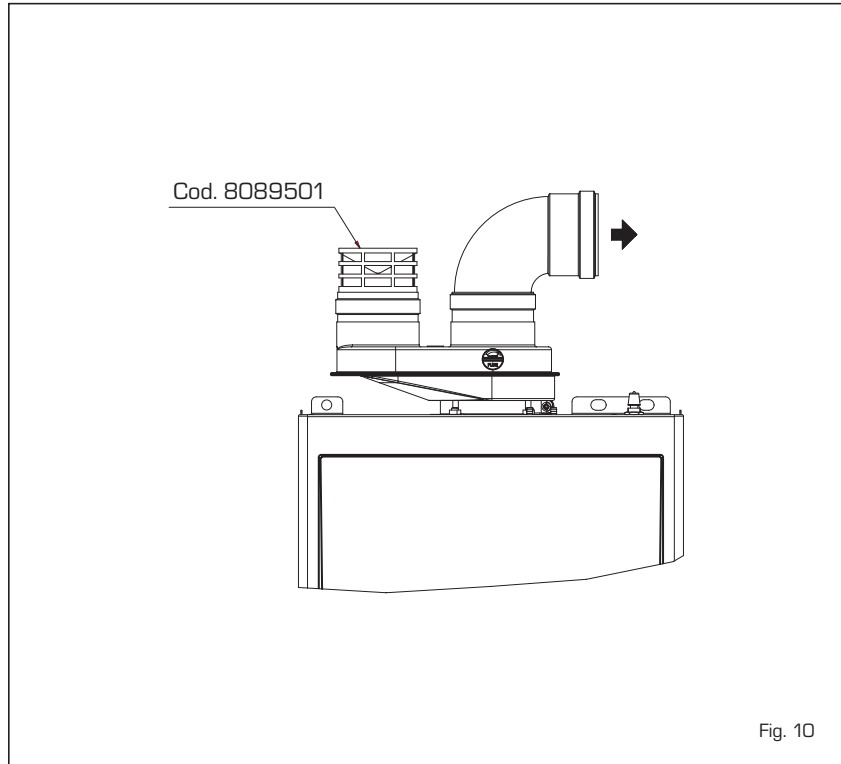

Fig. 10
2.9 EVACUAÇÃO FORÇADA TIPO B22P-B52P (fig. 10)
kit especial cód. 8093020. Para a montagem do kit, consultar a alínea 2.8.1. Proteger a aspiração com o acessório opcional cód. 8089501 (fig. 10). O separador ar/fumos cód. 8093020 é fornecido com o diafragma de aspiração que deve ser utilizado, em função da perda de carga máxima consentida, como indicado na fig. 8/a.